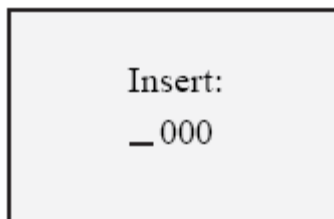

Рис. 4.15
1. нажмите когда курсор находится на поле <Insert FB> в режиме <Editor> (создания программы). Устройство переходит к подготовке создания нового блока как показано на Рис. 4.15